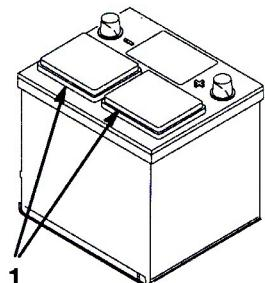

図 2
2. バッテリーの上部をきれいに洗浄し、通気キャップを外す(図2)。